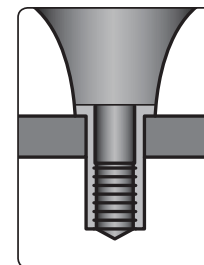

Abb. 5
- Setzen Sie die Nietmutter in die Montageöffnung (Abb. 5).**